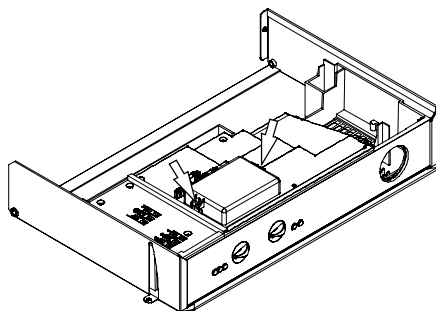

Figura 5.22
- Togliere le due viti indicate in Figura 5.22 e aprire il coperchio della morsettiere collegamento **sonda esterna**.